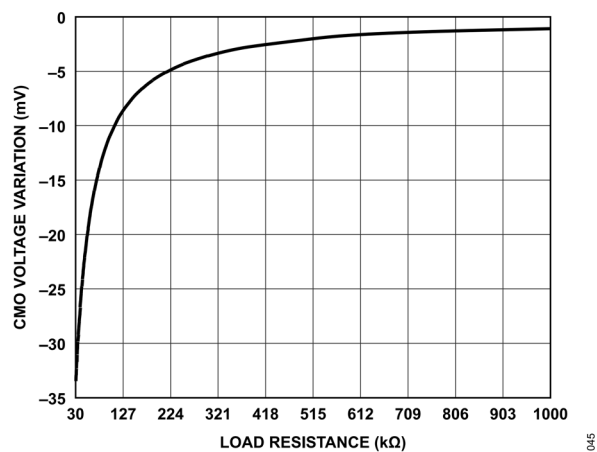

図 46. CMO の電圧変動と負荷抵抗の関係
- ▶ CMO_{ChX} ピンの外部負荷が 30μA を超える場合 ($R_L < 45k\Omega$)。代表的な負荷レギュレーション情報については、図 46 を参照してください。